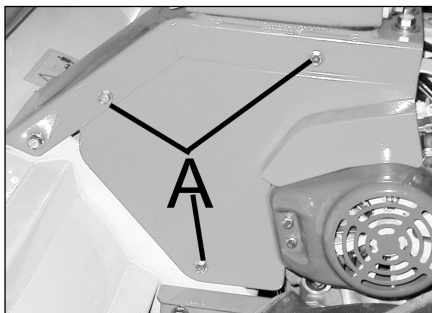

Figura 11
- Rimuovere il coperchio del meccanismo di trasmissione svitando le 3 viti (figura 11).